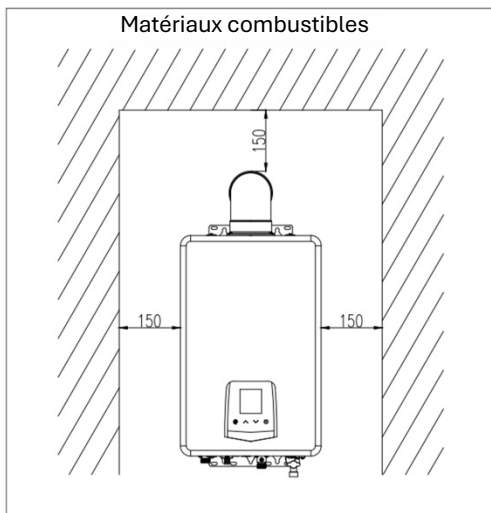
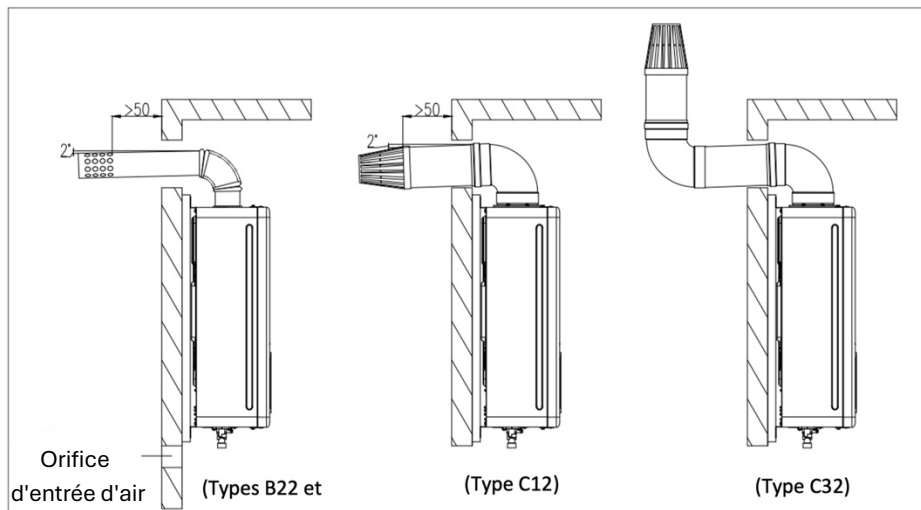

Fig. 7 (Unité : mm)
Fig. 16a (unité : mm)
- Le chauffe-eau à gaz doit être tenu à l'écart des matériaux combustibles, à une distance minimale indiquée à la Fig. 7.
(1) Veuillez utiliser un conduit de fumée recommandé et validé par notre société, en vous référant à la figure 16a pour la méthode d'installation. Si le conduit de fumée est trop court, vous pouvez le rallonger de manière appropriée. Vérifiez le conduit de fumée tous les six mois pour vous assurer qu'il n'est pas endommagé et qu'il ne présente pas de fuites.
(2) La longueur du conduit d'évacuation doit être inférieure à 3 m et le nombre de coudes ne doit pas dépasser 3 (un coude équivaut à 1 m de tuyau droit).
(3) La distance horizontale du conduit de fumée doit être la plus courte possible.
L'extrémité du conduit de fumée doit présenter une inclinaison vers le bas de 20° (Fig. 16a), afin de permettre l'écoulement de l'eau de condensation.
(4) La distance entre le conduit de fumée et les matériaux combustibles doit être supérieure à 150 mm. Si le conduit de fumée doit traverser des matériaux combustibles ou un mur, il convient d'utiliser le matériau de protection thermique pour remplir le conduit de fumée d'une épaisseur supérieure à 20 mm. (Voir fig. 7)
(5) Ne pas mettre de ciment entre le conduit de fumée et le mur afin de faciliter l'entretien.
(6) Le conduit de fumée doit être solidement fixé. La partie de raccordement peut être recouverte d'une feuille autocollante afin d'éviter que les gaz résiduels ne retournent dans la pièce.
(1) Veuillez utiliser un conduit de fumée recommandé et validé par notre société, en vous référant à la figure 16a pour la méthode d'installation. Si le conduit de fumée est trop court, vous pouvez le rallonger de manière appropriée. Vérifiez le conduit de fumée tous les six mois afin de détecter tout dommage ou fuite éventuel. Installez le conduit de fumée après avoir fixé le corps du chauffage. Commencez par passer le conduit de fumée fixé à travers le trou dans le mur, puis insérez doucement le coude dans la sortie d'échappement du chauffage. L'extrémité du conduit de fumée doit présenter une inclinaison de 2° vers le bas (Fig. 16a), sinon la pluie pourrait s'écouler dans le chauffage et l'endommager.
(2) La longueur du conduit de fumée doit être inférieure à 3 m et le nombre de coudes ne doit pas dépasser 3 (un coude équivaut à 1 m de tuyau droit).
(3) La distance entre le conduit de fumée et les matériaux combustibles doit être supérieure à 150 mm. Si le conduit de fumée doit traverser des matériaux combustibles ou un mur, il convient d'utiliser un matériau de protection thermique pour rembourrer le conduit de fumée avec une épaisseur supérieure à 20 mm. (Voir Fig. 7)
(4) Aucun ciment ne doit être utilisé entre le conduit de fumée et le mur afin de faciliter l'entretien.
(5) Le conduit de fumée doit être solidement fixé. La partie de raccordement peut être recouverte d'une feuille autocollante afin d'éviter que les gaz résiduels ne retournent dans la pièce.
(6) La longueur minimale autorisée pour le conduit de fumée de ce produit est de 320 mm. Lorsque la longueur du conduit de fumée est comprise entre 320 et 750 mm, un anneau de restriction (φ 43 mm) doit être utilisée (type C12, C32, B22). Précautions pour l'installation du conduit de fumée